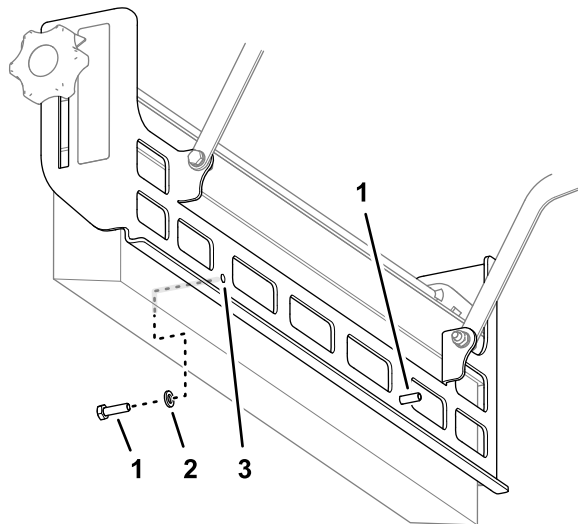

**Figura 9**
4. Desça cuidadosamente a máquina (Figura 9).